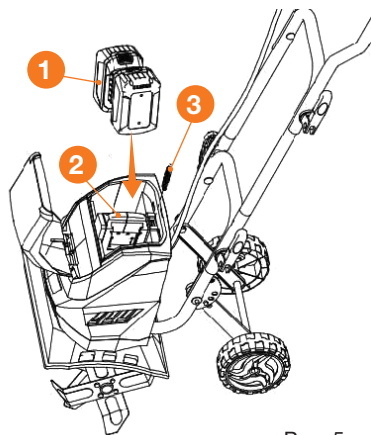

Рис. 5
1. Установите аккумуляторы **1** в разъемы **2** аккумуляторного блока в корпусе культиватора (Рис. 5).
2. Установите предохранительный ключ **3** под крышкой аккумуляторного блока (Рис. 5).
8. Извлеките ключ безопасности **3** (Рис. 5).
9. Извлеките аккумуляторы **1** (Рис. 5).